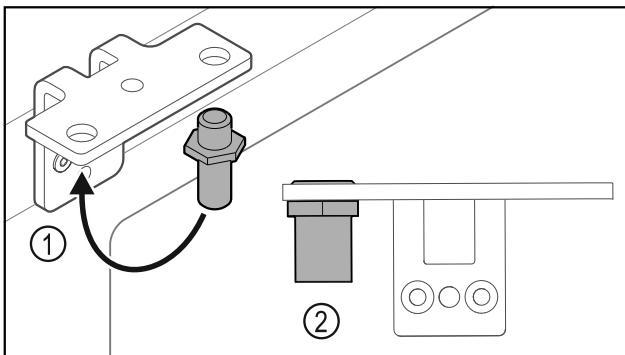

Fig. 37
- Bolzen Fig. 37 (1) im Scharnierwinkel umsetzen.
- Bolzen Fig. 37 (2) mit **Drehmoment von 12 Nm (9 ft-lb)** anziehen.